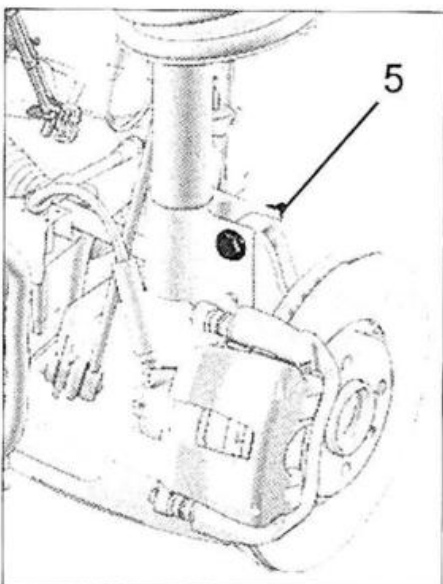

FIG. 3
- Colocar la mangueta en el cuerpo de amortiguador y sujetarla con un tornillo (5) (fig. 3).